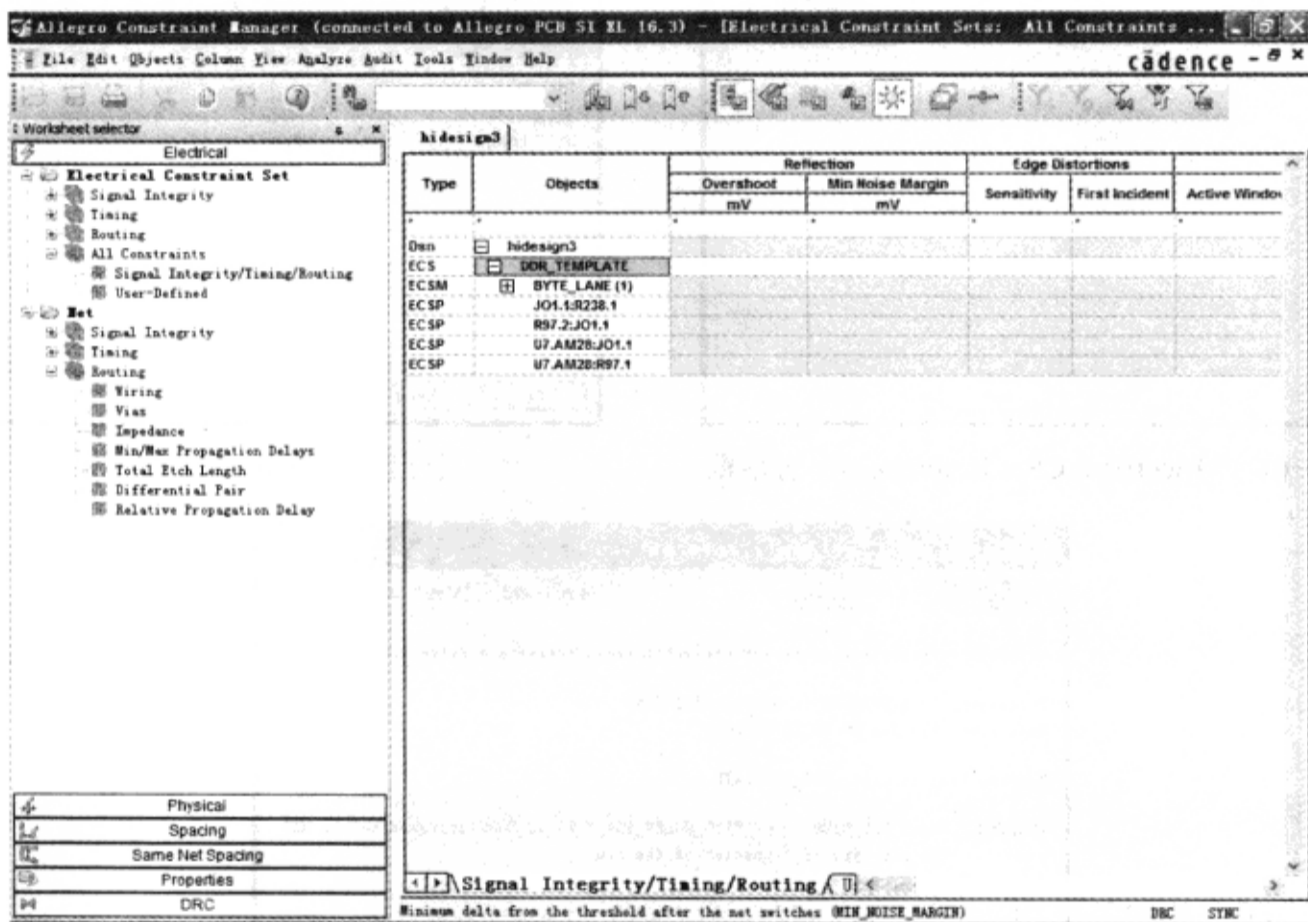

图 3-10-62 输入的约束
(9) 在“Allegro Constraint Manager”右边的表格区域“Objects”页“hidesign3”前面的“+”号, 显示该设计的电气约束 DDR\_TEMPLATE。
(10) 单击“Objects”页“DDR\_TEMPLATE”前的“+”号, 查看引脚对信息, 如图 3-10-62 所示。